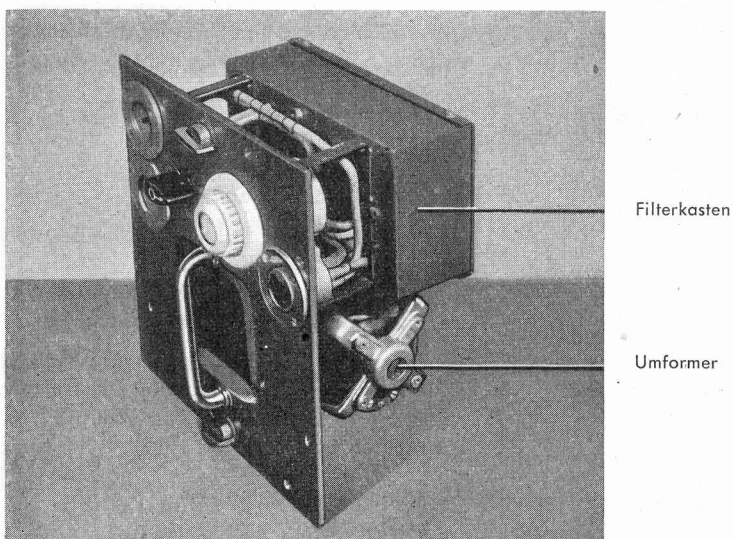

Bild 53. Umformer zu E 39 herausgenommen.
**189 c) Unterhalt des Umformers (nur nach je 500 Betriebsstunden). (Siehe auch Bild 53.)**